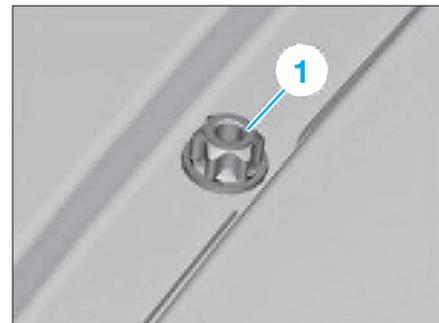

FIG. 43
- Déposer les 4 vis (1) dans le canal de toit (Fig.43).